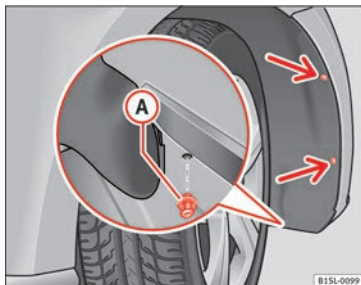

Fig. 86 Nel passaruota anteriore destro: estrarre le viti di fissaggio (freccie) e rimuovere il ribattino a espansione **A**.
1. Svitare 2 viti di fissaggio del rivestimento del passaruota ►► **fig. 86** (freccia) con il cacciavite degli attrezzi di bordo ►► pag. 74.
10. Collocare il ribattino a espansione nel rivestimento del passaruota e del paraurti e premerlo completamente ►► **fig. 86** **A**.
11. Avvitare con forza le due viti di fissaggio ►► **fig. 86** (freccie) con un cacciavite.